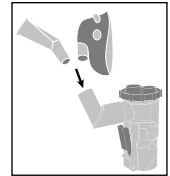

Bild 5
- Stecken Sie das Mundstück oder die Maske (je nachdem, was Sie bevorzugen) auf den an der Verneblereinheit angebrachten Winkeladapter (Bild 5).